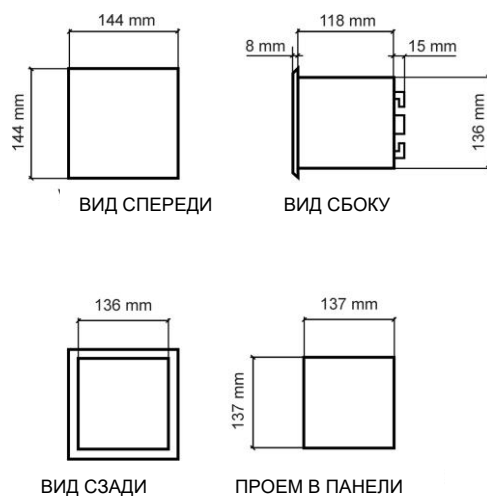

Рисунок 2.1 – Размеры реле SMPR
3. Выполнить в панели проем размерами 137 x 137 мм [→ Рис. 2.1] и зафиксировать реле с помощью крепежных крюков, входящих в комплект поставки.